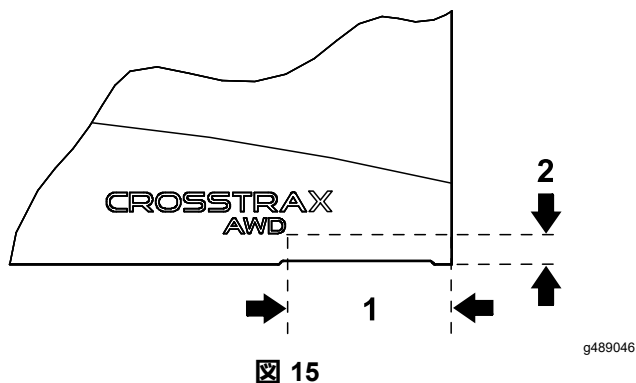

図 15
- 図 15 に示す寸法で、フードの左右の後部下のコーナー部分に CROSSTRAX のデカルを張り付ける。